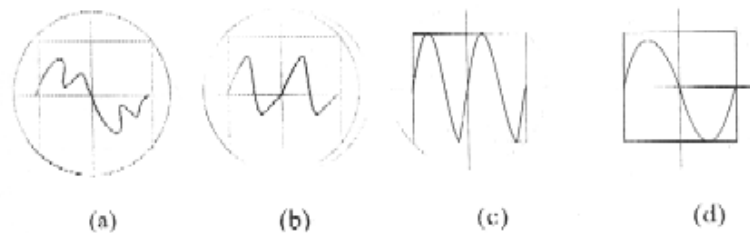

Figura 3. Gráficas en un osciloscopio
10. Se producen cuatro sonidos, uno después del otro, frente al micrófono conectado a un osciloscopio. Las gráficas en la figura 3 muestran lo que se observó en la pantalla del osciloscopio.